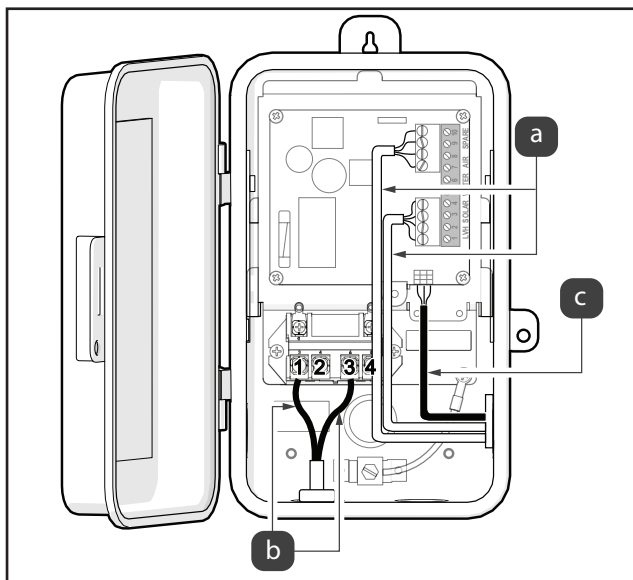

Figura 12. Versión para piscina únicamente; conexión de entradas de línea y cable JVA
2. Ubique los dos cables de energía de entrada que provienen del disyuntor; consulte la Figura 12 (a).
3. Conecte una entrada de ‘línea’ en el terminal 1 y la otra en el terminal 3; consulte la Figura 12 (b).
5. Conecte el cable JVA; consulte la Figura 12 (c).